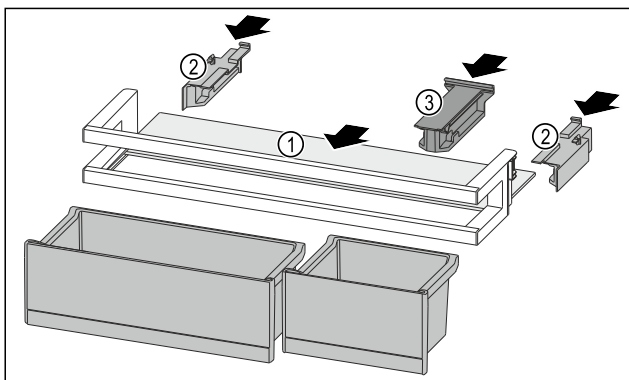

Fig. 136
- ▶ Вдвиньте съемную полку Fig. 136 (1) в боковые пазы.
- ▶ Установите боковые части Fig. 136 (2).
- ▶ Смонтируйте крепление Fig. 136 (3).